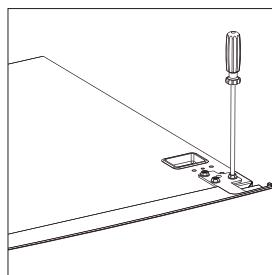
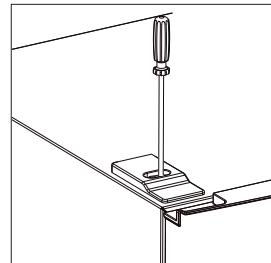

Fig. 5
Fig. 6
- ▶ Desenrosque los tres tornillos de sujeción de la placa perforada de bisagra y retire la bisagra de la puerta de la cámara frigorífica (2) (fig. 5). Retire igualmente la arandela y guárdela en un lugar seguro para su uso posterior.
- ▶ Levante la puerta de la cámara frigorífica (2) de la bisagra central y colóquela de pie a un lado asegurándola contra caídas y sobre una base blanda para evitar posibles arañosos.
- ▶ Desenrosque el tornillo de sujeción de la tapa de tornillos con un destornillador de estrella (fig. 6).